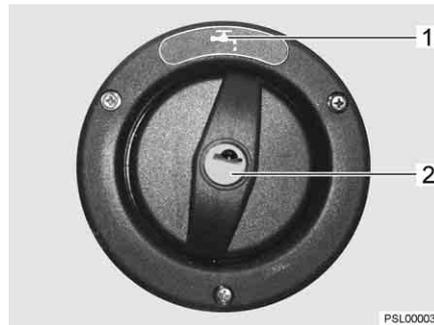

Fig. 6 Coperchio per bocchettone di riempimento dell'acqua potabile
- ▷ Il bocchettone di riempimento dell'acqua potabile è contrassegnato dal simbolo "🔑" (Fig. 6,1).
- Inserire la chiave nel cilindro della serratura (Fig. 6,2) e girare in senso antiorario.